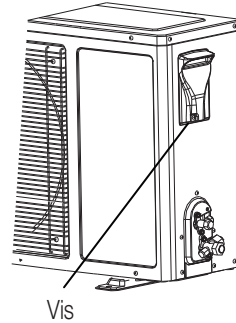

Fig. 13
- Dévissez et démontez le couvercle de l'appareil électronique (Fig. 13).